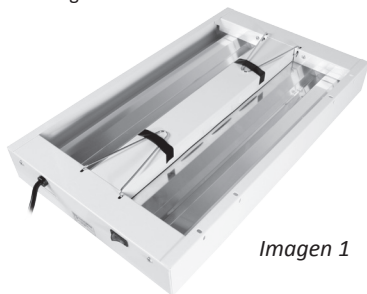

Imagen 1
- Para colgarlo desde el techo, utilice los orificios y ranuras situados en el centro de cada extremo. Para colgarlo en vertical, utilice únicamente uno de los ganchos en el orificio y la ranura del centro del extremo. Véase imagen 1.